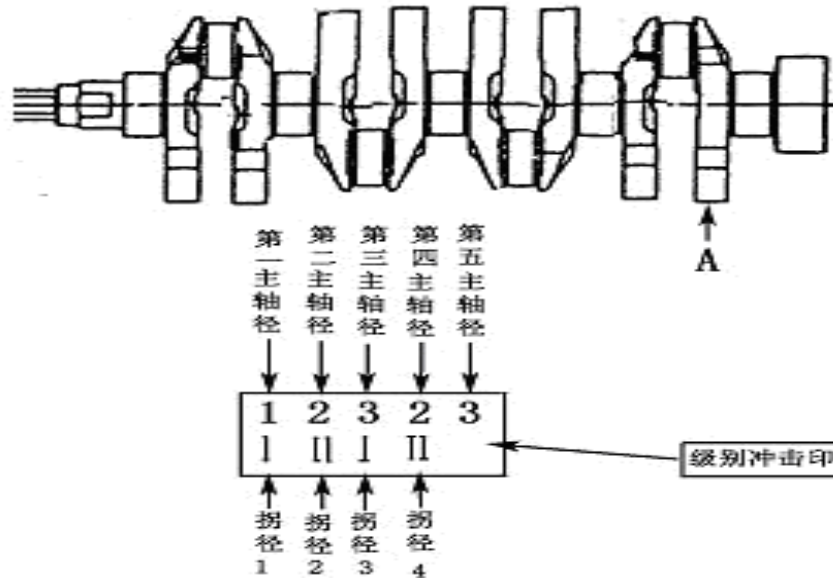

图 3-62
(1) 机油压力开关的安装
(2) 曲轴轴承的安装
- 如图 3-62,根据曲轴的识别记号或色码选择轴承(参照下表)。如果它们不能识别,则应测量曲轴轴径,并选择相应的轴承与其匹配。